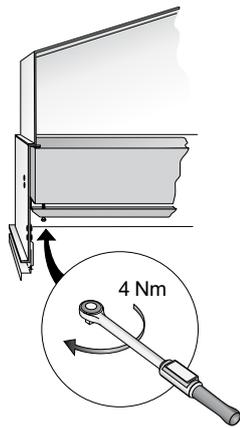

Abbildung 2. CDH, mit Gummi abgedichteter Filter.
- Lösen Sie 4 Schraubbolzen M8x40 aus den U-Balken, die den Filter am Auslasskasten festspannen, siehe Abb. 2. Die Montage des neuen Filters erfolgt in umgekehrter Reihenfolge.